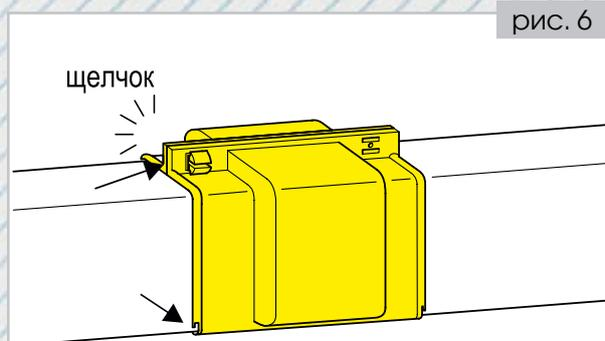

рис. 6
- Далее надо сжать половины крышки до щелчка. (рис.6)